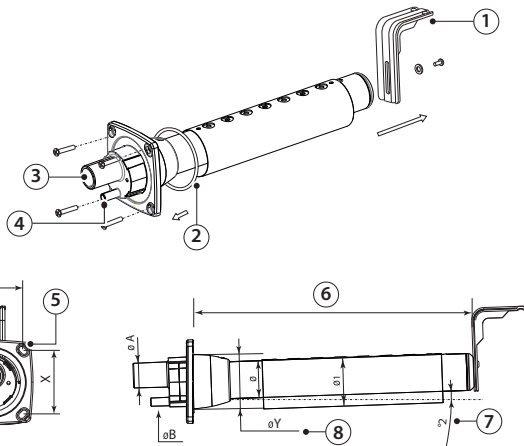

Рис. 3.с
- Г-образное крепление (см. поз. 1, Рис. 3.с) входит в комплект поставки парораспределительных трубок моделей DP085* – DP025*. Более короткие крепления заказываются отдельно (артикул 18C478A088).